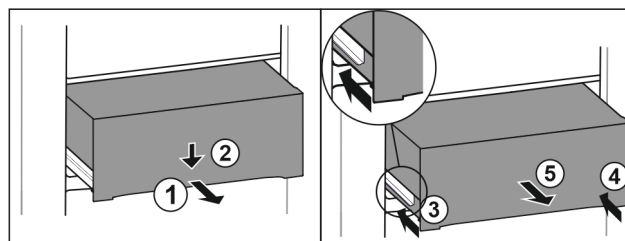

Fig. 135
- Tirer le tiroir jusqu'à mi-chemin. Fig. 135 (1)
- Appuyer sur l'avant du tiroir vers le bas. Fig. 135 (2)
- Insérer le rail gauche d'env. 2 cm (13/16 in). Fig. 135 (3)
- Insérer le rail droit d'env. 2 cm (13/16 in). Fig. 135 (4)
- Retirer le tiroir par l'avant. Fig. 135 (5)